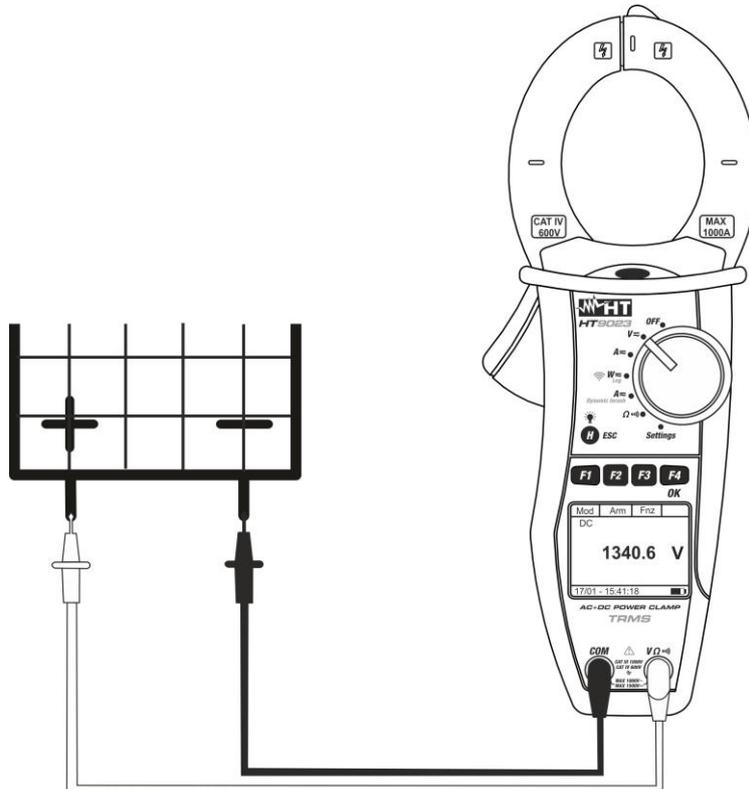

Fig. 5: Misura di Tensione DC
4. Inserire il cavo rosso nel terminale di ingresso **VΩ[Ⓜ]** e il cavo nero nel terminale di ingresso **COM** e posizionare i puntali nei punti desiderati (vedere Fig. 5)